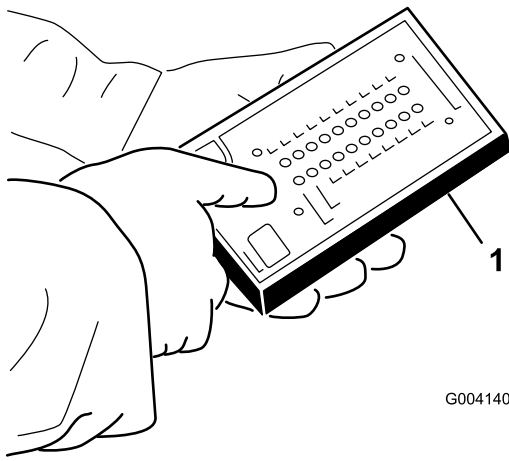

图 39
5. 将 ACE 故障诊断器 接头连接至线束接头(图 39)。